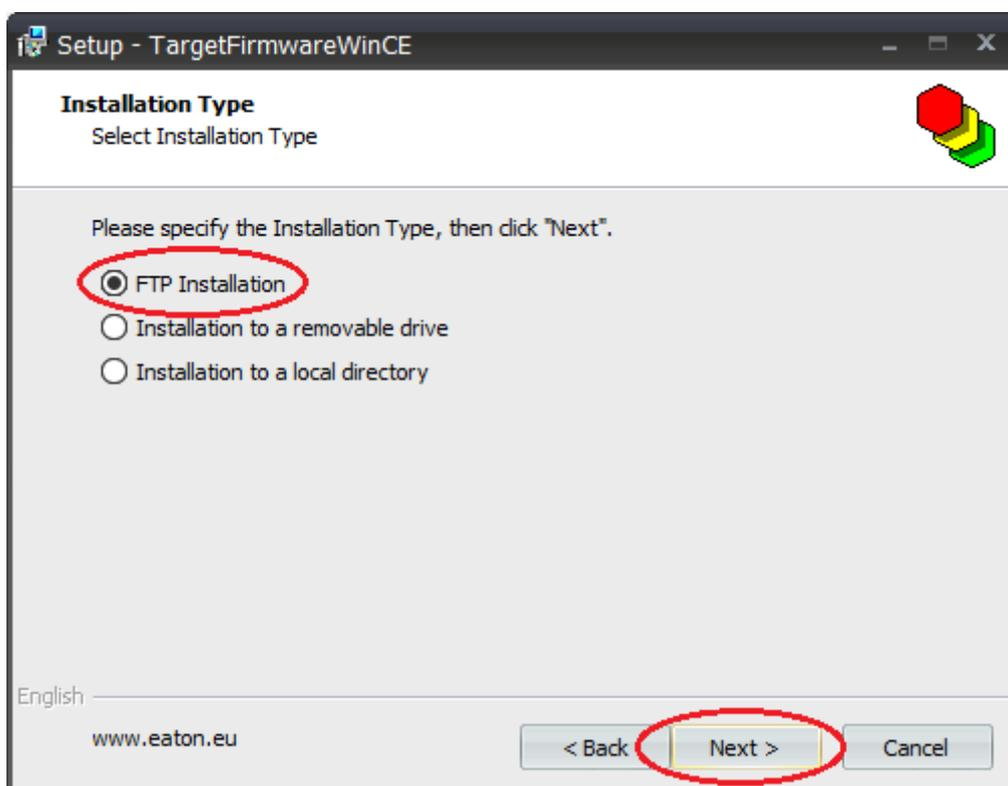

Рис. 115. FTP установка
9. После этого запустится окно инсталлятора. В первом приветственном окне, мы нажимаем кнопку Next. В следующем выбираем режим FTP-Installation и нажимаем кнопку Next (рис. 115).